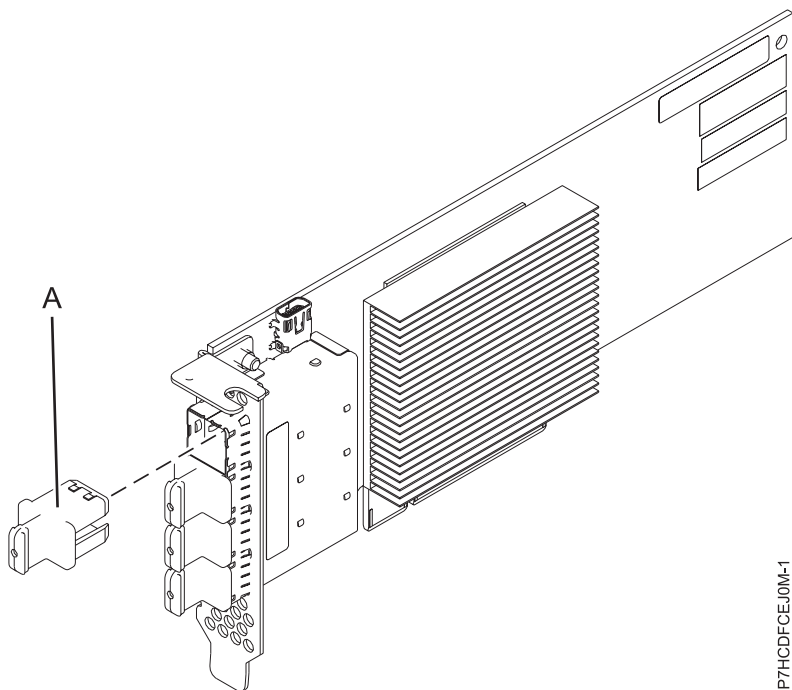

Figura 22. Adaptador PCIe3 de puerto SAS x8 de altura reducida y cuatro puertos
El adaptador PCIe3 de puerto SAS de altura reducida y cuatro puertos es un adaptador PCI Express (PCIe) de generación 3, de altura reducida y factor de formato corto. El adaptador se utiliza en aplicaciones SAS (SCSI con conexión en serie) de alto rendimiento y alta densidad. Permite la conexión de unidades de DVD o de cinta SAS mediante cuatro miniconectores SAS de alta densidad (HD) x4 que permiten utilizar enlaces físicos en diversas configuraciones de puerto estrecho y ancho. La conexión de unidades de cinta SAS sólo está soportada en una configuración con un solo adaptador y no se puede combinar con discos SAS en el mismo adaptador. El adaptador no tiene memoria caché de escritura. La Figura 22 muestra el adaptador PCIe3 de puerto SAS de altura reducida y cuatro puertos.
La Figura 22 muestra el adaptador. El conector (A) está instalado en un puerto vacío y evita daños en dicho puerto cuando se conecta o retira un cable de los conectores de puerto adyacentes.